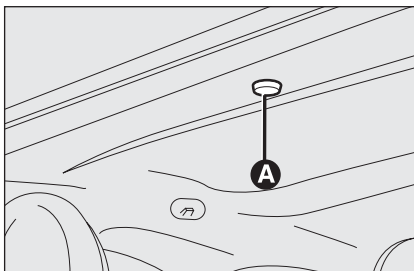

fig. 45
- ☐ enlever le bouchon de protection **A-fig. 45** logé sur le revêtement intérieur, à l'arrière du store pare-soleil;